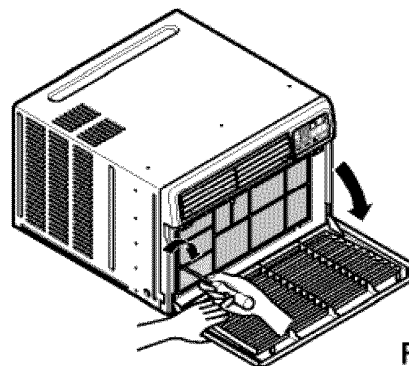

Fig. 10
10. Instale la rejilla frontal en el gabinete insertando la lengüeta en la rejilla a la lengüeta en el frente del gabinete. Empuje la rejilla hasta que se cierre con sonido de golpe. (Ver Fig. 10))
11. Levante la rejilla de entrada y asegúrela con un tornillo (tipo A) a través de la rejilla frontal. (Ver Fig.10)